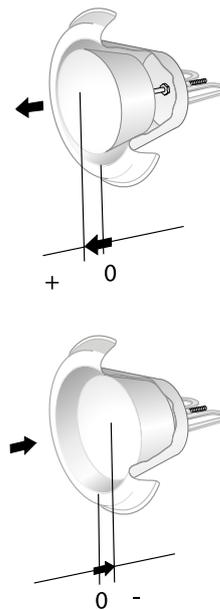

Abb. 2. Einregulierung.
- Die Korrektur des Oktavbands KOK wird beim Nullpunkt des Kegels gemäß Abb. 2 angegeben.